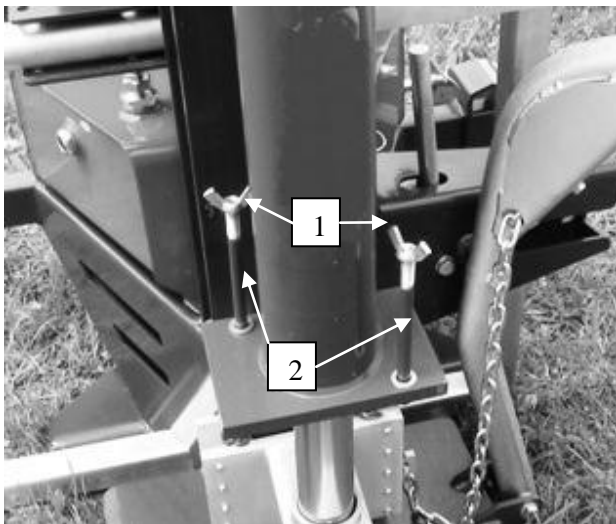

Bild 8
- Die Flügelmuttern (1) der Schrauben (2) lösen (Bild 8).